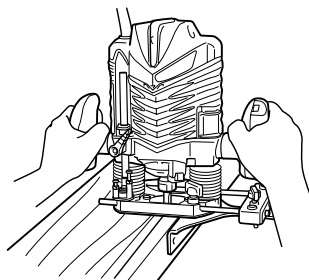

Fig. 12
- ① Insérer la barre de guidage dans l'orifice du support de barre, puis serrer légèrement les 2 boulons à ailettes (B) sur le dessus du support de barre.
- ② Insérer la barre de guidage dans l'orifice du socle, puis serrer à fond le boulon à ailettes (A) (accessoires standard).
- ③ Effectuer les réglages fins de la dimension entre la mèche et la surface du guide, puis serrer à fond les deux boulons à ailettes (B) sur le dessus du support de barre, et le boulon à ailettes (C) de fixation du guide droit.
- ④ Comme indiqué sur la Fig. 12, fixer solidement le fond du socle sur la surface traitée du matériau. Faire avancer la détoureuse tout en maintenant le plan du guide sur la surface du matériau.